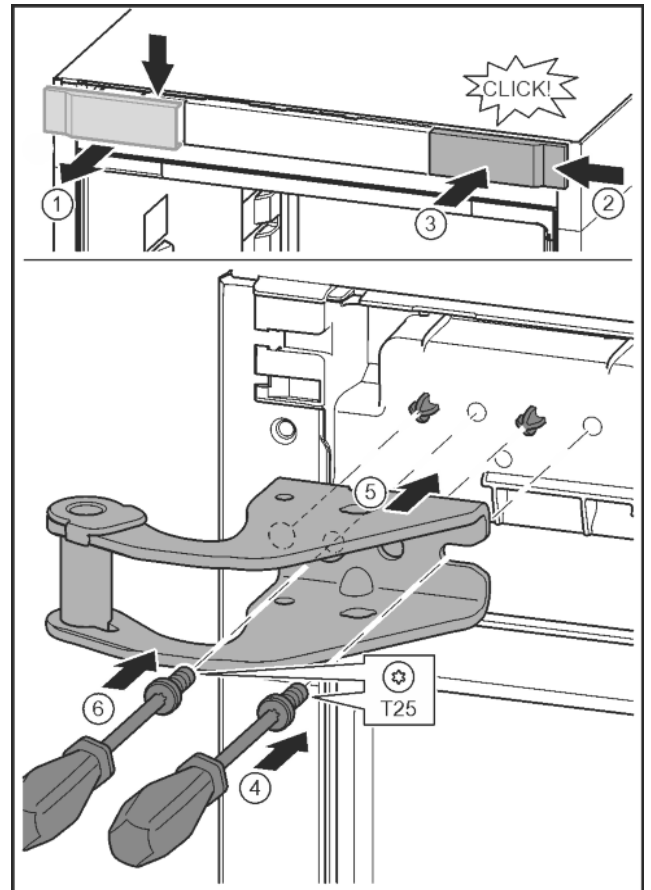

Fig. 16
- ▶ Libérer le cache et le retirer latéralement. Fig. 16 (1)
- ▶ Accrocher le cache tourné de 180° de l'autre côté à droite. Fig. 16 (2)
- ▶ Encliqueter le cache. Fig. 16 (3)
- ▶ Mettre en place la vis avec un tournevis T25. Fig. 16 (4)
- ▶ Mettre en place le support de palier supérieur. Fig. 16 (5)
- ▶ Serrer la vis. Fig. 16 (4)
- ▶ Mettre en place la vis avec un tournevis T25 et la serrer. Fig. 16 (6)